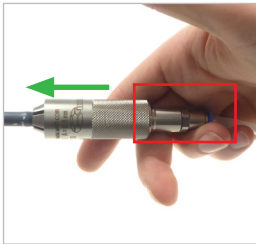

Abbildung 8
- Halten Sie den Adapter am Unterteil (Pos. 2) und am Schlauch mit einer Hand fest (siehe rot umrandeter Bereich) und drücken Sie gegen den Prüfling (grüner Pfeil, *Abbildung 8*). Ziehen Sie anschließend die Schiebehülse (Pos. 1) nach hinten.